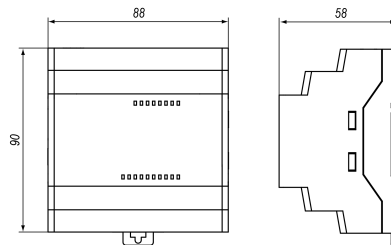

Рисунок 2 – Габаритні розміри
1. Підготувати на DIN-рейці місце для встановлення пристрою з урахуванням розмірів корпусу (див. рисунок 2)